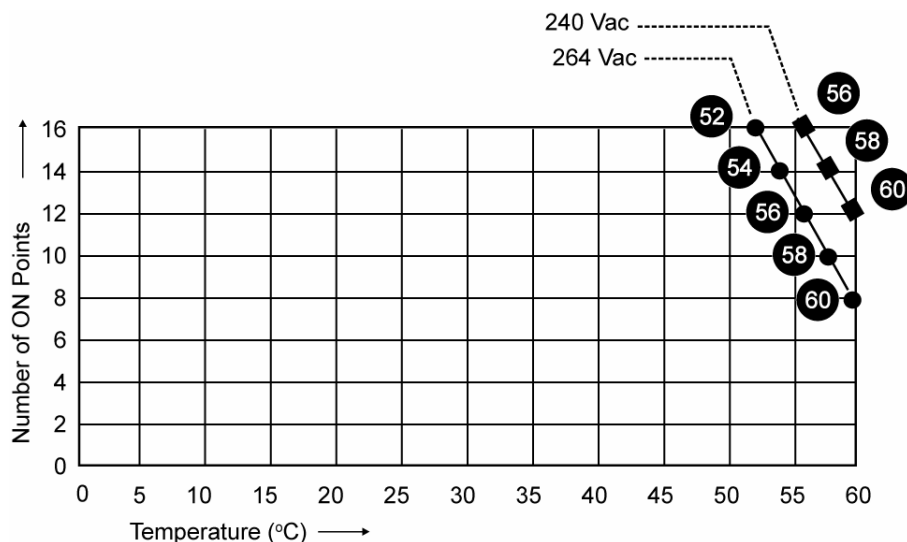

Figura 29 – Riduzione del modulo di ingresso CA
2. Per le applicazioni a 240 V c.a. che raggiungono temperature superiori ai 56°C o le applicazioni a 264 V c.a. che raggiungono i 52°C, declassare il numero di ingressi attivi per ciascun modulo di ingresso c.a. (vedere i dati di declassamento dell'Ingresso c.a. nella Figura 29).